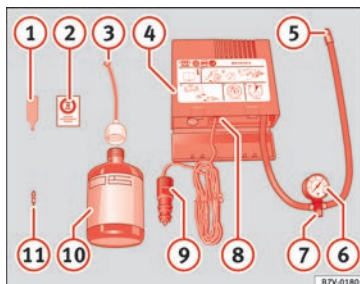

Fig. 132 Representación estándar: contenido del kit antipinchazos.
El kit antipinchazos se encuentra en el compartimento del maletero bajo el revestimiento del suelo. Incluye los siguientes componentes »» fig. 132:
- Desenrosque el obús de válvula del neumático con el correspondiente útil »» fig. 132 1 y colóquelo sobre una superficie limpia.
- Agite enérgicamente la botella de sellante de neumáticos » » fig. 132 ⑩ durante unos segundos.
- Enrosque el tubo de inflado » » fig. 132 ③ fijamente en la botella de sellante girándolo en el sentido de las agujas del reloj. El precinto de la boca de la botella se traspasa automáticamente.
- Retire el tapón del tubo de llenado » » fig. 132 ③ y enrosque el extremo abierto del tubo en la válvula del neumático.
- Vuelva a enroscar el obús de válvula con el correspondiente útil » » fig. 132 ① en la válvula del neumático.
- Enrosque fijamente el tubo de inflado del neumático » » fig. 132 ⑤ del compresor en la válvula del neumático.
- Compruebe si el tornillo de evacuación de aire » » fig. 132 ⑦ está cerrado.
- Acople el conector » » fig. 132 ⑨ a una toma de corriente de 12 voltios del vehículo » » pág. 77.
- Conecte el compresor de aire con el conmutador ON/OFF » » fig. 132 ⑧.
- Mantenga el compresor de aire en marcha hasta alcanzar de 2,0 a 2,5 bar (29-36 psi/200-250 kPa) » » ⚠. **Tiempo máximo de funcionamiento 8 minutos** » » ⑩.
Vuelva a enroscar el tubo de inflado » » fig. 132 ⑤ y compruebe la presión en el manómetro ⑥.